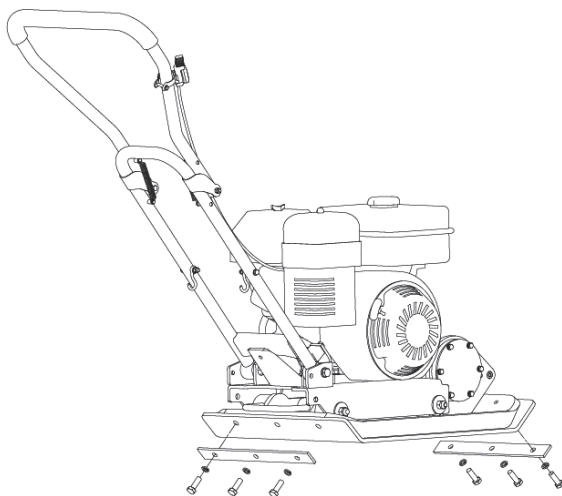

Рисунок 5. Схема встановлення на віброплиту захисної демпферної накладки («килимка»).
3. Для запобігання сколів або пошкодження поверхні каменів під час ущільнення бруківки використовувати для робочої плити спеціальну захисну демпферну накладку («килимк»), яка до комплекту поставки не входить (рис. 5).